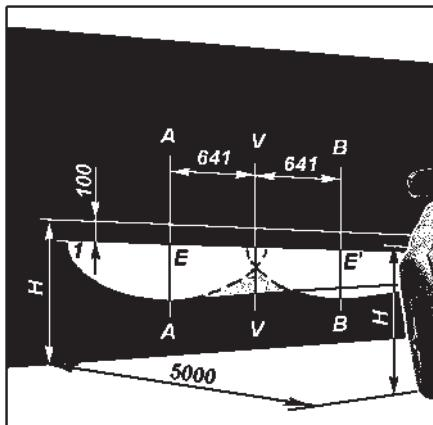

Рис. 9.37. Разметка экрана для регулировки противотуманных фар:
**Противотуманные фары.** Регулировка противотуманных фар осуществляется винтом 1 ( рис. 9.36) при помощи ключа S=5 или Торх T20. Установите фару в положение, при котором светотеневая граница совпадает с линией 1 (рис. 9.37).